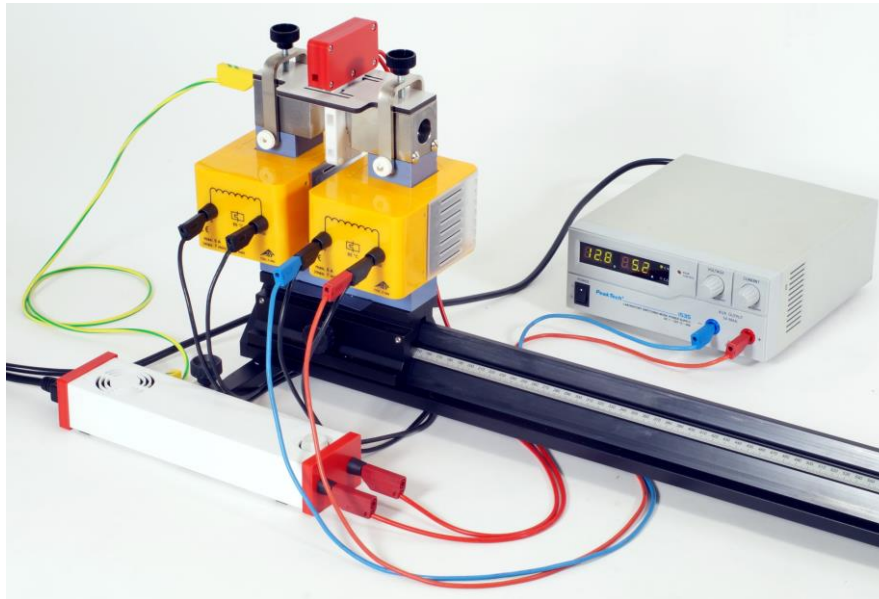
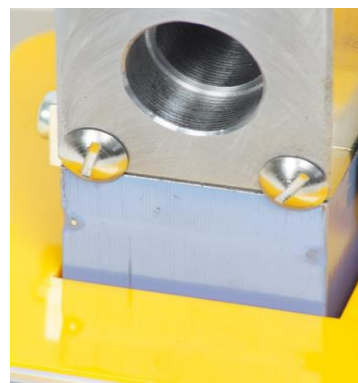

Fig. 1: Eletroímã montado pronto com lâmpada Cd montada.
Fig. 2: Sapata polar colocada corretamente sobre o núcleo U.
- Atentar para que os pares de parafusos (travas de segurança) em ambas as sapatas polares estejam alinhadas por fora nos braços do núcleo U (Fig. 2).
- Colocar as bobinas conforme Fig. 1 sobre as pernas do núcleo U.
- Colocar as sapatas polares conforme Fig. 1 sobre as pernas do núcleo U. Atentar para que os pólos cônicos estejam de frente um para o outro e alinhar os pólos planos com as pernas do núcleo U (Fig. 2). Utilizar os dois pares de parafusos como auxílios de posicionamento.
- Conectar as duas bobinas antiparalelamente entre si (respectivamente as saídas "0" e "900") na fonte de alimentação DC (Fig. 1).